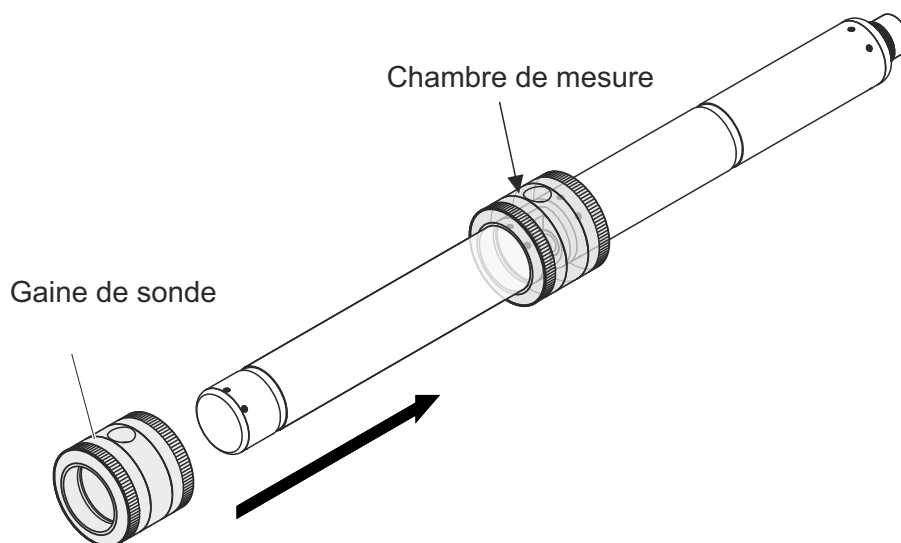

figure 4-4 Passer la bague de sonde sur la sonde
9. Poser la sonde à l'horizontale sur un support solide et exempt de vibrations. Tourner l'orifice de remplissage de la bague de sonde vers le haut (figure 4-4).